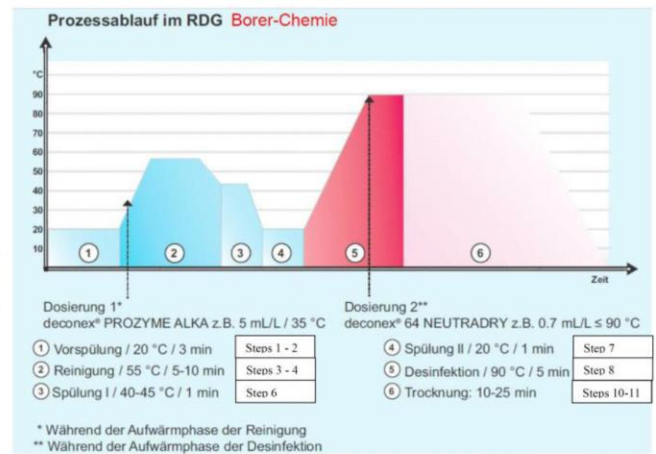

Abb. 1 Déroulement schématique du programme 1 Instruments Ao-value 3000
- Démarrer le programme 1 Instruments Ao-value 3000 de désinfection thermique; voir le déroulement du programme dans la Fig.1. La désinfection thermique est effectuée en tenant compte des règlements nationaux et de la valeur A₀ (EN/ISO 15883).
- Il est recommandé d'utiliser une eau complètement déminéralisée (DI) au moment du rinçage final afin d'éviter l'apparition de taches sur les instruments.